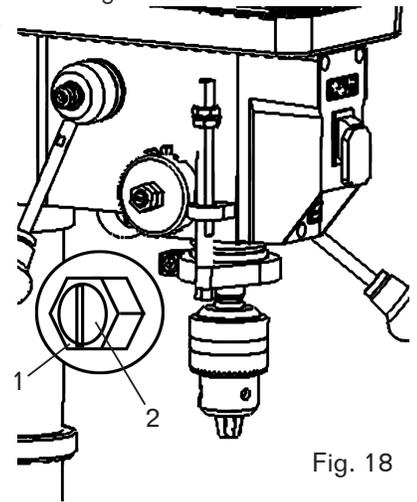

Fig. 18
"JUEGO" ANGULAR DEL HUSILLO (FIG. 18)
- Aflove la tuerca exterior (Fig. 18 - 1) aproximadamente 1/8 de pulgada.
- Sin obstruir el movimiento hacia arriba y hacia abajo del husillo, gire el tornillo (Fig. 18 - 2) en el sentido de las agujas del reloj para eliminar el "juego".
- Apriete la contratuerca (Fig. 18 - 1).